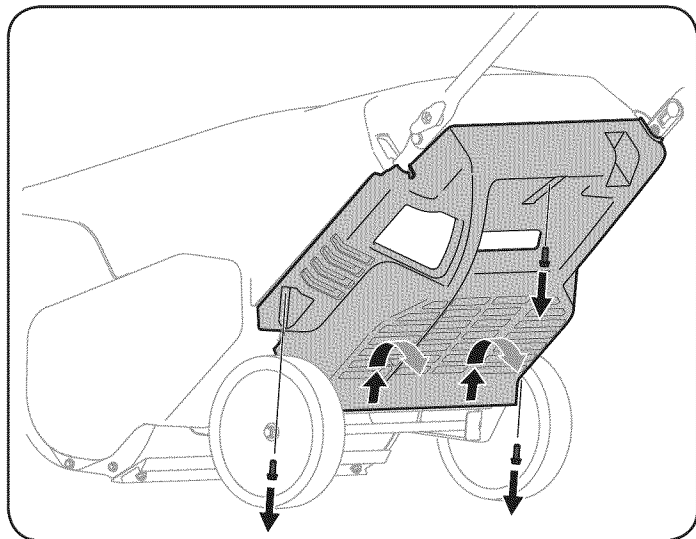

Figura 16
2. Extraiga los tres tornillos que sujetan el panel inferior. Extraiga el panel inferior levantándolo para liberar las lengüetas que están en la base del panel de las ranuras para lengüetas y luego tire hacia atrás. Vea la Figura 16.